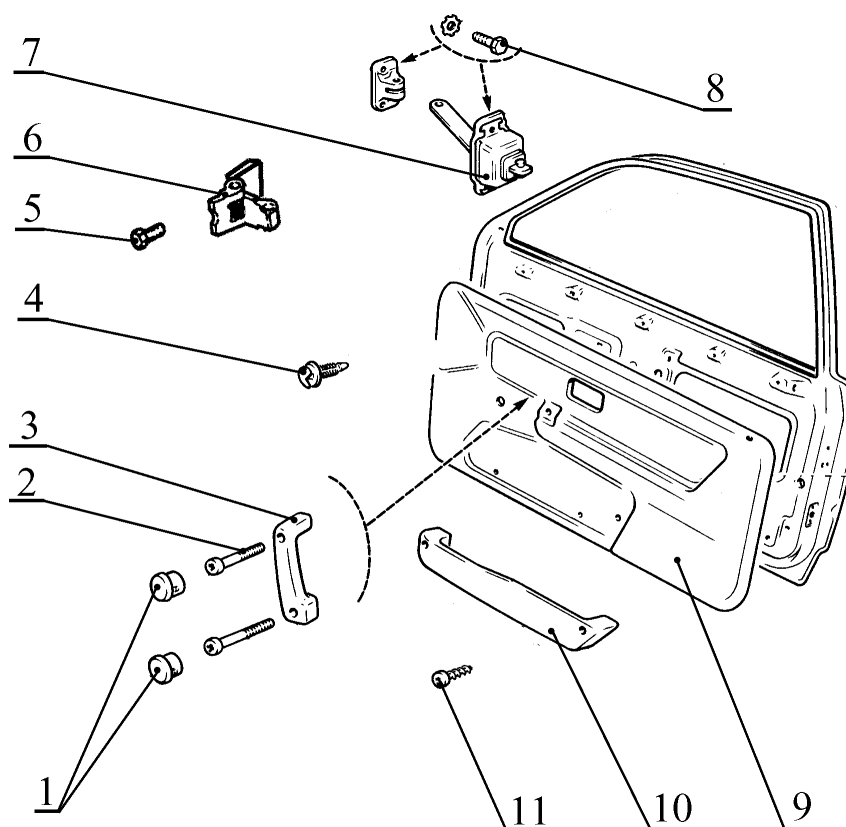

Рис.2. Обивка двери:
1.24 Отвернуть четыре болта 8, рис.2, крепления ограничителя и снять ограничитель 7 (головка сменная 8, вороток).